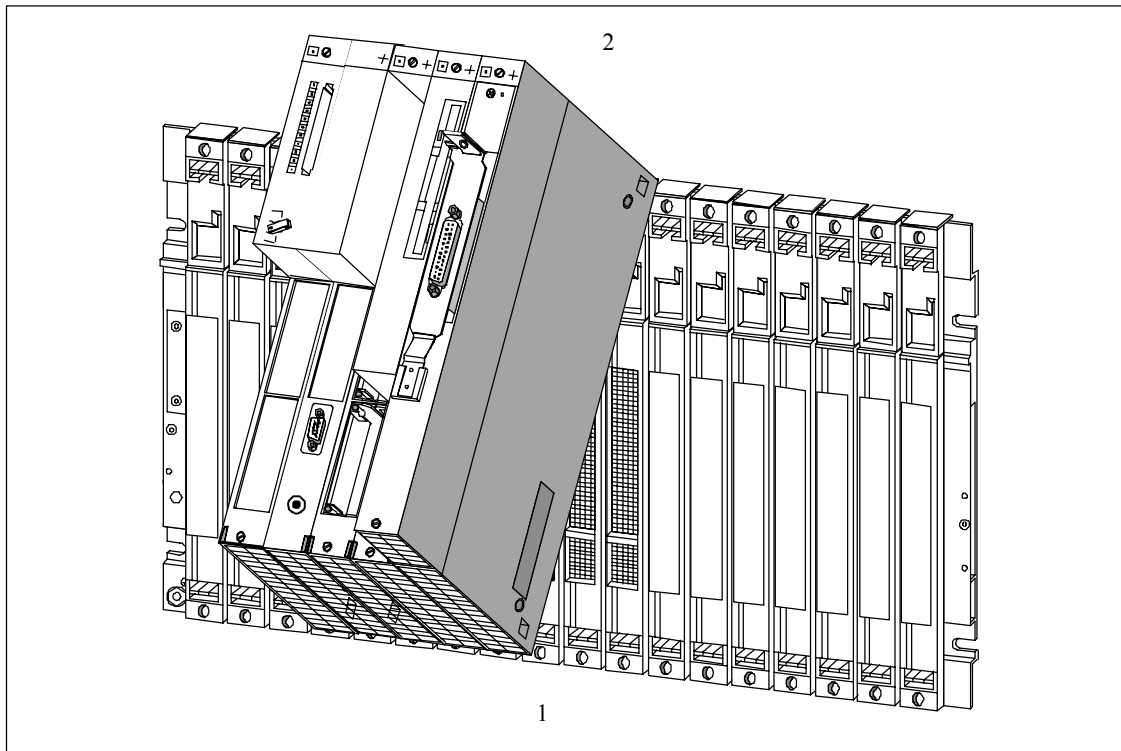

Рис. 10-24. Поворот блока модулей наружу и подъем его вверх
8. Поверните блок модулей вперед, поднимите его вверх и снимите с направляющих стойки (рис. 10-24).